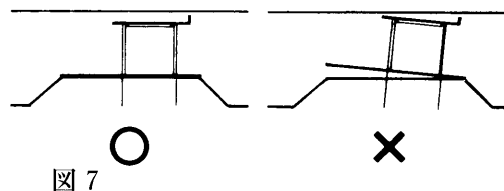

図7
2. 放熱ユニットが傾いていないか注意してください。(図7)